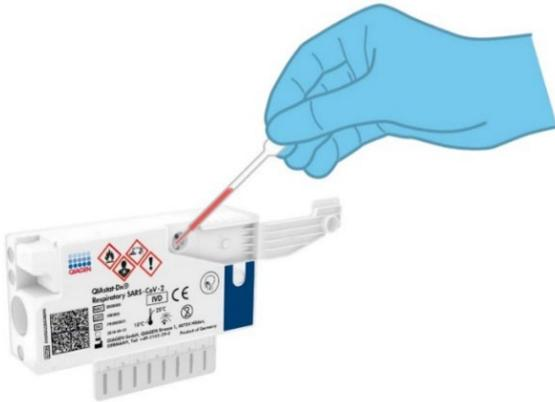

Figure 41. Transfert de l'échantillon vers le port principal de la QIAstat-Dx Respiratory SARS-CoV-2 Panel Cartridge.
- Transférez soigneusement 300 µl du volume de l'échantillon dans le port principal de la QIAstat-Dx Respiratory SARS-CoV-2 Panel Cartridge à l'aide de la pipette de transfert à usage unique fournie (figure 41).